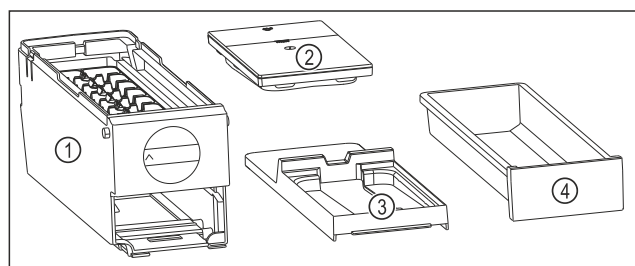

Fig. 185 Компоненти EasyTwist-Ice
- ▷ EasyTwist-Ice складається з чотирьох частин. (див. Fig. 185)
- ▶ Розбирайте EasyTwist-Ice тільки на зображені компоненти. (див. Fig. 185)
- ▶ Очистіть корпус EasyTwist-Ice Fig. 185 (1) без розбирання.